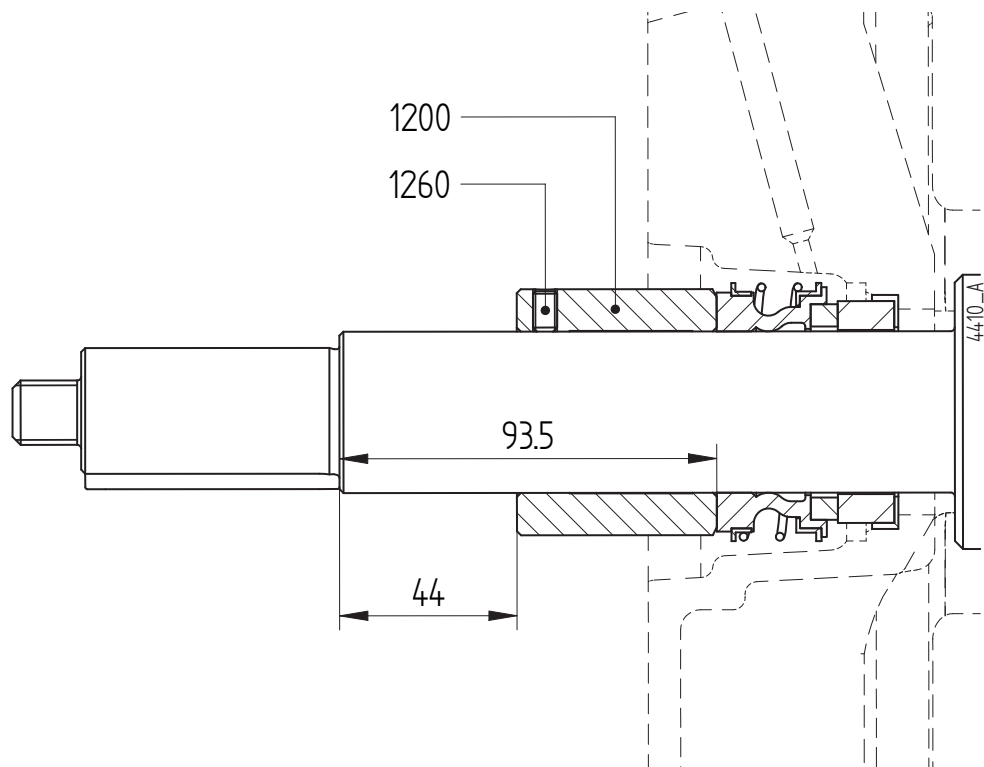

Figura 11: Ajuste de la junta mecánica de estanqueidad M1 en una bomba tamaño 200-160.
- 2 Coloque el casquillo (1200) y ajuste la distancia al collarín del eje 44 mm. Consulte figura 11 de párrafo 7.5.3 "Montaje de una junta mecánica de estanqueidad M1". Apriete los tornillos de ajuste (1260).
- 2 Sólo bomba de tamaño 200-160: Afloje los tornillos de ajuste (1260). Consulte figura 11.
- 7 Sólo bomba de tamaño 200-160: Ajuste la distancia entre la camisa espaciadora y el collar del eje a **44 mm**. Fije la camisa espaciadora utilizando el tornillo de ajuste (1260). Consulte figura 11.